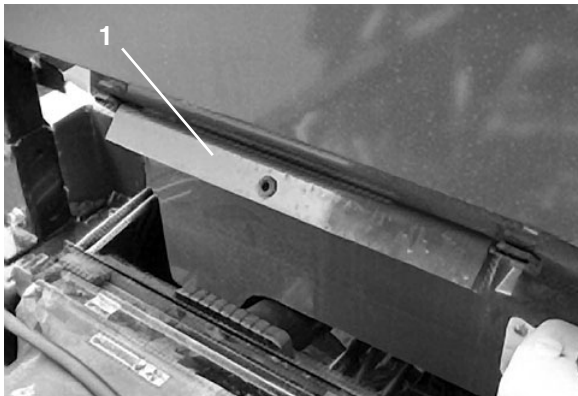

Figure 33
#### Utilisation de la béquille de sécurité du plateau (Fig. 33 & 34)
2. Retirez la béquille de sécurité des supports de rangement au dos du panneau de la protection anti-retournement (Fig. 33).